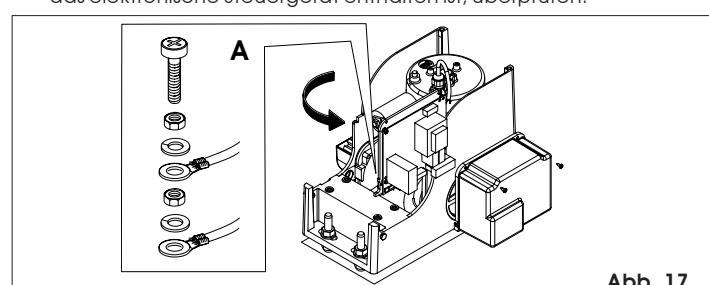

Abb. 17
Das Kabel der Erdung gemäß Abb. 17 Bez. A anschließen.
- 1) Die Gerätehalterung anheben und um 90° drehen (Abb. 17).
- 2) Die Schutzabdeckung des Steuergeräts abnehmen, indem die beiden entsprechenden Schrauben abgeschraubt werden (Abb. 17).